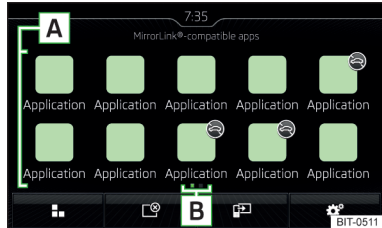

Abb. 222
- ▶ Im Hauptmenü der MirrorLink®-Verbindung die gewünschte Anwendung im Bereich **A** » Abb. 222 auf Seite 186 auswählen.
- ▶ Im Hauptmenü der MirrorLink®-Verbindung die Funktionsfläche ☰ » Abb. 222 auf Seite 186 antippen, die zuletzt angezeigte Anwendung wird angezeigt.
Möchte man eine andere Anwendung anzeigen, dann ist im Hauptmenü der MirrorLink®-Verbindung die Funktionsfläche der gewünschten Anwendung **A** » Abb. 222 auf Seite 186 anzutippen.